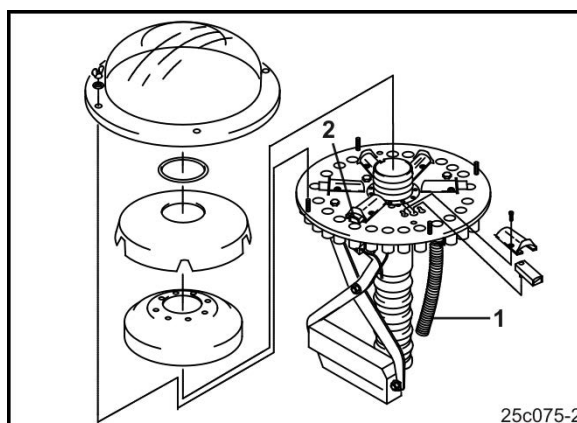

Рис. 145
- Семяпроводы (Рис. 145/1) сошников техколеи должны быть закреплены на тех выпускных отверстиях, которые могут закрываться при помощи заслонок (Рис. 145/2).
Для создания двух колеи в распределительной головке может закрываться следующее количество заслонок на одну колею (Рис. 145/2):
- Неиспользуемые заслонки (Рис. 145/2) деактивируйте.